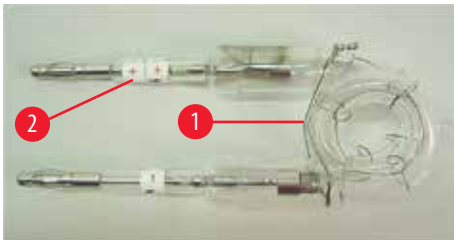
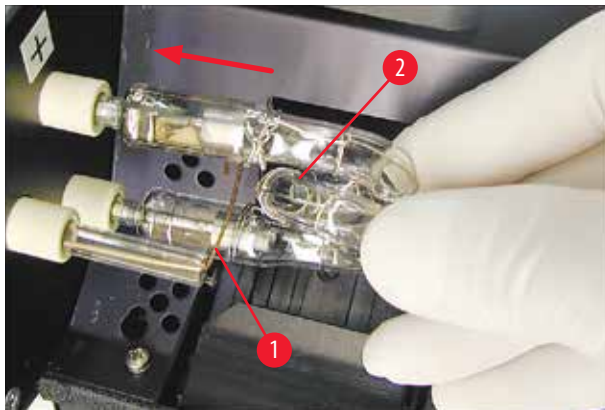

图 18
图 20
2. 将新的闪光灯泡 (→"图 18") 插入插座 (→"图 17-3"); 然后小心地尽可能将其向里推 (→"图 20") (不再能看到极性标记 (+))。如有必要, 轻轻地上下移动闪光灯泡。